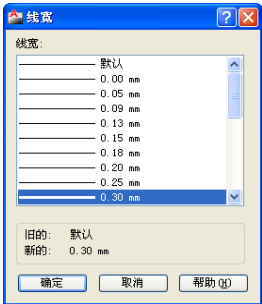

图 4-56 选择线宽。
- 12** 从弹出的【线宽】对话框中选择如图 4-56 所示的线宽，为图层设置线宽。